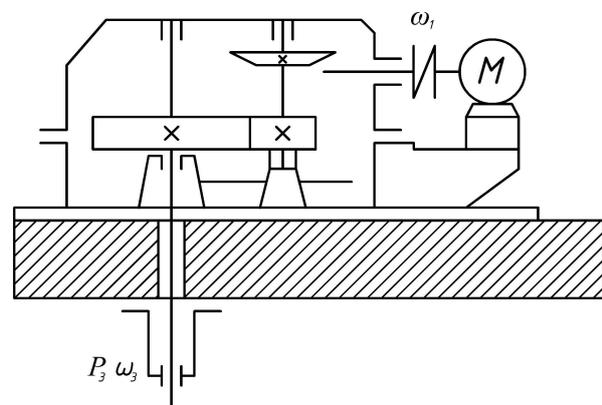

Рис. 7.4. Расчетная схема к задаче № 4
4. Рассчитать цилиндрическую зубчатую передачу коническо-цилиндрического прямозубого редуктора (рис. 7.4). Мощность на ведущем валу редуктора P , угловая скорость его ω_1 и угловая скорость ведомого вала ω_3 приведены в табл. 7.4. Сроком службы задаться.